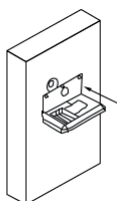

fig. 2
5. Pe spatele carcasei monitorului se află un suport metalic pe care îl puteți înclina glisând-o în jos și apoi spre tine (fig.2).